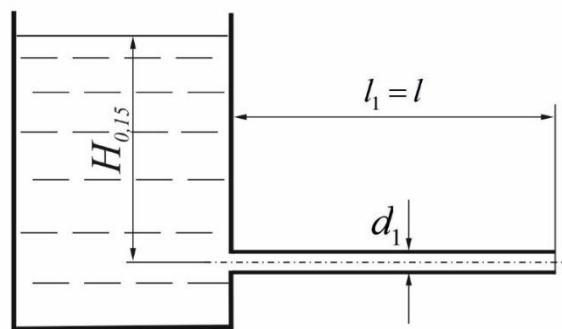

Рис. 3.3. Расчетная схема с трубопроводом одного диаметра
2. Определение напора, который потребуется при заданной подаче Q , если выполнить весь трубопровод одним диаметром $d_1 = 0,15$ м (рис. 3.3)